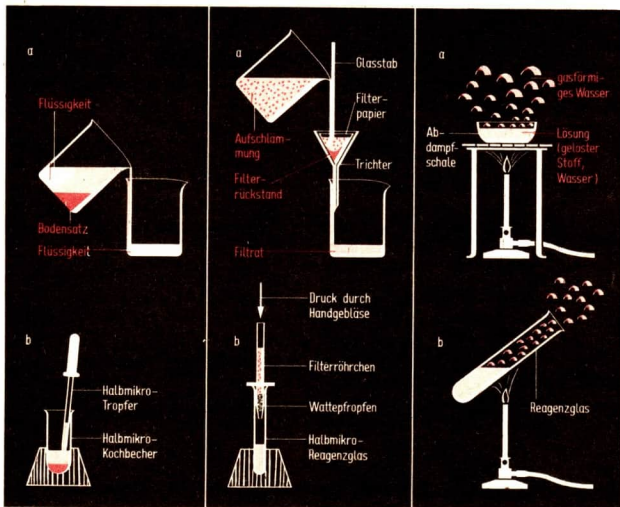

Abb. 8 Dekantieren. Vor dem Dekantieren läßt man absetzen.
10 Einen Teil einer Aufschlämmung von Kreidepulver in Wasser trennt man durch Dekantieren (Abb. 8), einen zweiten durch Filtrieren (Abb. 9).
■ Aus einer Aufschlämmung von Kreidepulver in Wasser setzt sich das Kreidepulver nach einiger Zeit als **Bodensatz** ab (Experiment 10). Es hat eine größere Dichte als das Wasser. Die Flüssigkeit über dem Bodensatz kann dann vorsichtig abgegossen oder abgesaugt (dekantiert) werden (Abb. 8). Eine vollständige Trennung der Stoffe ist beim Dekantieren nur sehr schwer zu erreichen. Das Dekantieren wird auch in der Industrie angewendet. Zur Gewinnung von Kalidüngesalzen werden Kalisalze aus den Salz-
- ① Schüttele folgende Stoffe jeweils mit Wasser: a) Sand; b) Mehl; c) Zucker; d) Fewa! Entscheide, in welchen Fällen Lösungen und in welchen Aufschlämmungen entstanden sind! Begründe deine Entscheidung!
- ② Wie sind die Salzlagerstätten entstanden? Wo werden in unserer Republik Kalisalze abgebaut und zu Kalidüngemitteln verarbeitet (↗ Atlas)?
- ③ Was ist in einer Aufschlämmung zu erwarten, in der die Dichte des festen Stoffes geringer ist als die Dichte der Flüssigkeit (z. B. Korkpulver und Wasser)?